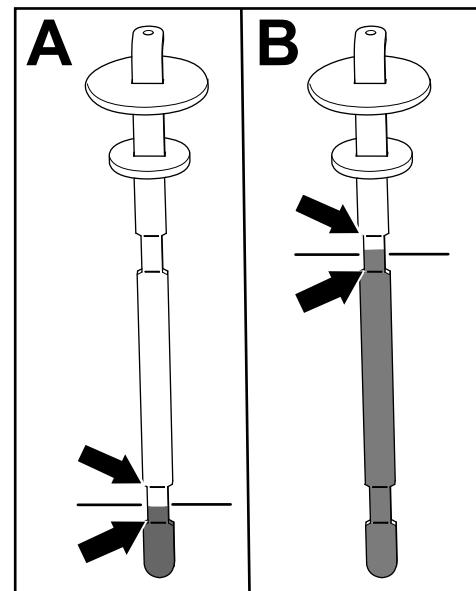

Figure 79
5. Ressortez la jauge et vérifiez le niveau de liquide (Figure 79).
- **Si l'unité de coupe est montée sur la machine :** le niveau de liquide hydraulique est correct quand il se situe entre les 2 repères inférieurs sur la jauge (A de la Figure 79). Il est également acceptable que le niveau de liquide dépasse les repères inférieurs.
- **Si le kit flexible d'outil à entraînement hydraulique est monté sur la machine :** le niveau de liquide hydraulique est correct quand il se situe entre les 2 repères supérieurs sur la jauge (B de la Figure 79).